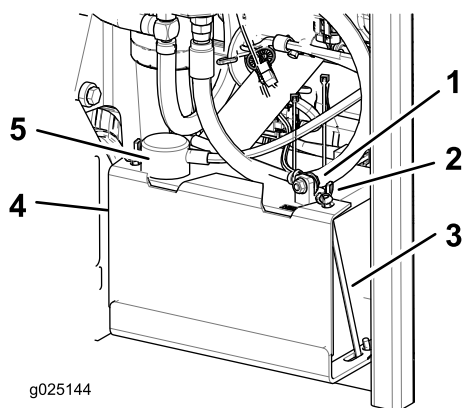

Figure 46
3. Commencez par débrancher le câble négatif (noir) de la borne négative (noire) de la batterie (Figure 46).
4. Enlevez le capuchon rouge de la borne positive (rouge) de la batterie et débranchez le câble positif (rouge) (Figure 46).
- Retirez les écrous à oreilles qui fixent les crochets en J (Figure 46).
- Déposez la barrette de maintien (Figure 46).
- Placez la batterie dans son support en tournant les bornes à l'opposé du réservoir hydraulique (Figure 46).
- Fixez les câbles avec 2 boulons, 2 rondelles et 2 contre-écrous (Figure 46).
- Reposez la barrette de maintien et fixez-la avec les écrous à oreilles et les crochets en J (Figure 46).